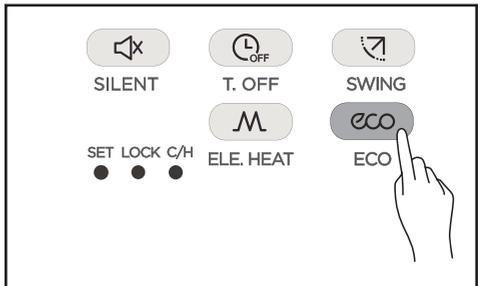

Figura 3.13
1. Pressione  (consulte e Figura 3.13) para enviar o sinal ECO à unidade interna. O ícone  é exibido;